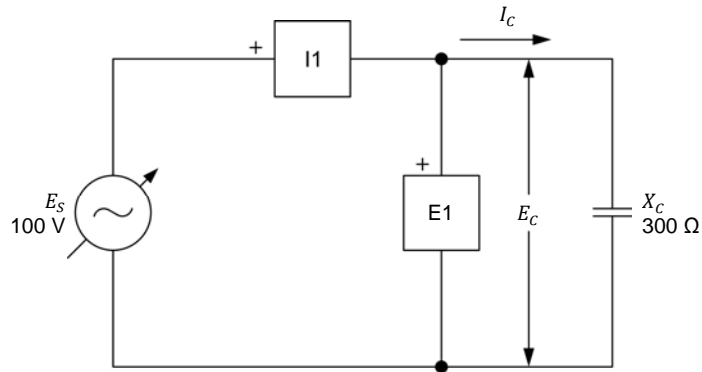

Figure 3-7. Circuit ca contenant un condensateur et installé pour des mesures de puissance.
36. Montez le circuit montré dans la figure 3-7.